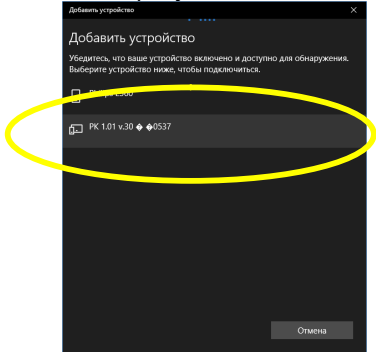

Рисунок 6
3.6 Если операционная система вашего ПК обнаружит регистратор, в строке появится иконка с названием и зав. № регистратора, например PK1.01 v.30 0537 , рисунок 6